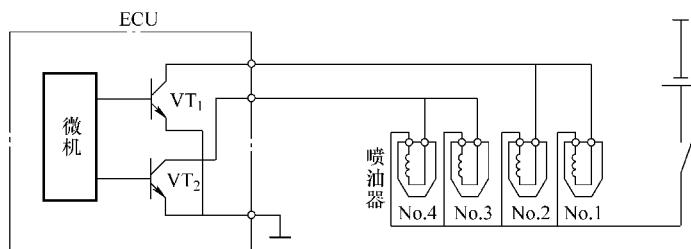

图 5-9 分组喷射控制电路图
(3) 分组喷射 分组喷射一般是把所有气缸的喷油器分成 2~4 组。4 缸发动机一般把喷油器分成 2 组, ECU 分组控制喷油器轮流交替喷射, 如图 5-9 所示。
(4) 异步喷射